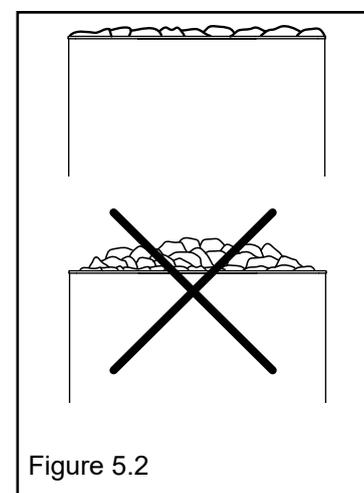

Figure 5.2
- Ne pas empiler les pierres les uns par dessus les autres. Voir figure 5.2.